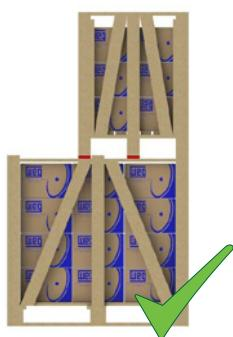
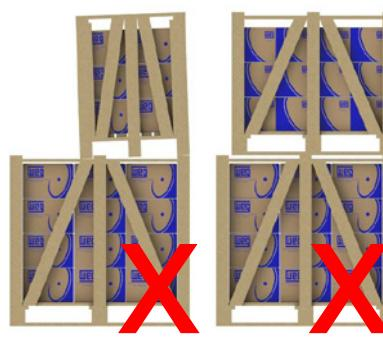

Figura 27 - Empilhamento adequado.
Figura 28 - Empilhamento inadequado.
- 3) Os pés das embalagens superiores devem estar apoiados sobre calços de madeiras (Figura 27) e não sobre fitas de aço e nem tampouco ficar sem apoio (Figura 28).